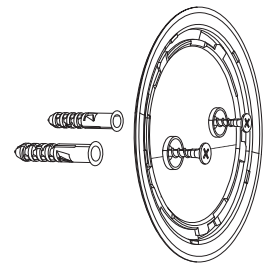

Fig. 5
5. Montieren Sie die Abdeckung an einer Wand (Fig. 5).